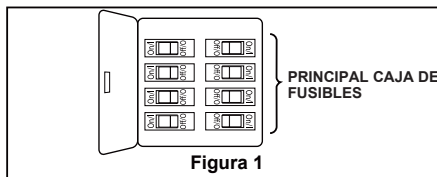

Figura 1
Caja de perfil bajo (Figura 1)
1. Retire los dos tornillos de fijación del soporte y las tuercas y conserve para su reinstalación en el Paso 4 de la página 30. Desmonte la carcasa de la cubierta superior extrayendo los seis tornillos ubicados en la parte superior de la unidad del motor y guárdelos para el paso 3. Girela cuidadosamente y levante la carcasa. (Figura 1)
- ☐ 1. Extraiga la pieza de la bola colgante de la unidad de la bola colgante / varilla aflojando el tornillo de presión de la bola colgante hasta que la bola se libere de la varilla. Retire el pasador del barral y luego extraiga la semiesfera. Conserve el pasador y la semiesfera para su instalación en el Paso 6. (Figura 1)
Para evitar una posible descarga eléctrica, asegúrese de cortar la alimentación eléctrica de la caja de fusibles principal antes de colgar el ventilador. (Figura 1)
1. Para configurar el código de unidad del receptor. Deslice los interruptores de código a las mismas posiciones que en el transmisor. (Figura 1)
- ☐ 1. Instale la cubierta rotando la ranura clave en la cubierta sobre el tornillo de hombro del soporte del gancho, teniendo cuidado de no pillar los cables. Fije el tornillo de hombro. Instale adecuadamente y fije el segundo tornillo de hombro que fue anteriormente guardado. (Figura 1)